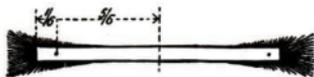

Abb. 275. Lage der Pole
2. Pole sind Stellen stärkster Anziehung (Abb. 275).